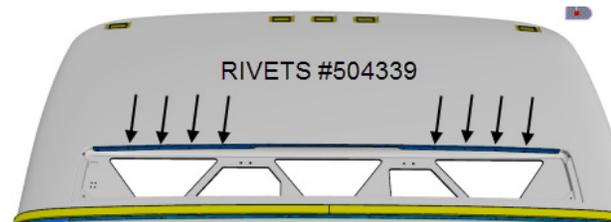

FIGURE 52
11. Fixer le larmier en utilisant huit (8) rivets #504339 tel que montré sur la FIGURE 52.
12. Remplacer les quatre (4) vis précédemment installées par des rivets.